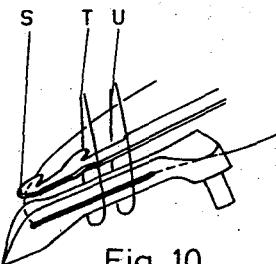
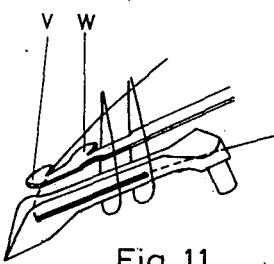

Fig. 10
Fig. 11
7. The setting of the lower knife tip as described in item 6 is a basic adjustment. It must be rechecked according to Fig. 10 and Fig. 11. The lower knife must pass through the needle thread loops (T and U, Fig. 10) and deflect the looper thread at edge (S). As the lower knife swings back, the looper thread must be caught by cutting edge (V, Fig. 11) and the needle threads by cutting edge (W, Fig. 11) and drawn back to the upper knife.
Die Einstellung der Untermesserspitze nach Punkt 6 ist eine Grundeinstellung. Sie muß entsprechend Fig. 10 und Fig. 11 überprüft werden. Das Untermesser muß durch die Nadelfadenschleifen (T und U, Fig. 10) hindurchgehen und an der Kante (S) den Greiferfaden ablenken. Beim Zurückschwenken des Untermessers müssen der Greiferfaden von der Schneide (V, Fig. 11) und die Nadelfäden von der Schneide (W, Fig. 11) zum Obermesser gezogen werden.